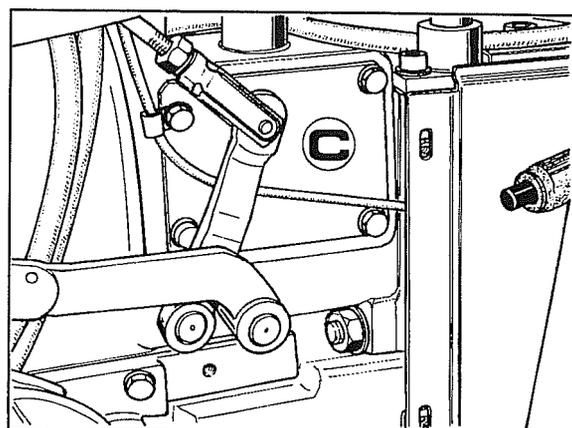

Fig. 2
- 2 Quitar la tapa **C** fig. 2 y el del lado opuesto.